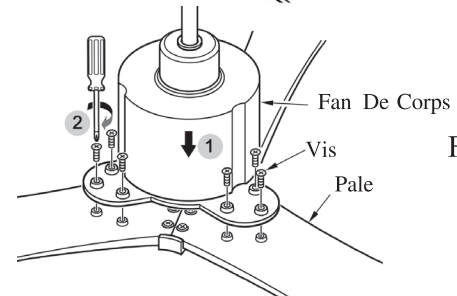

FIG.4
2. Fixez chaque ensemble de pales au corps du ventilateur à l'aide des vis des supports de pale. Serrez-les soigneusement. (Voir fig.4)